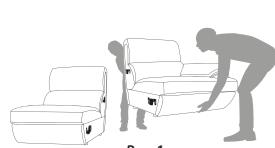

Рис. 1
- підніміть один з елементів і наблизьте його до іншого елемента (рис. 1),